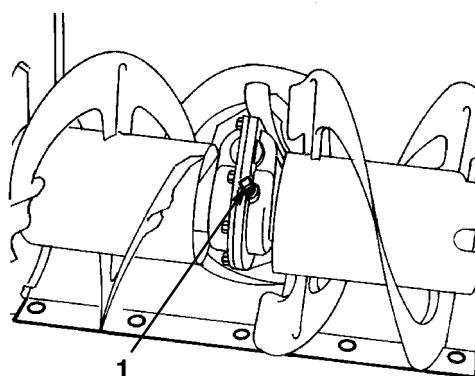

Figure 12
3. Nettoyez la surface autour de l'obturateur du tuyau pour éliminer les impuretés (Fig. 12).
4. Retirez l'obturateur de tuyau de la boîte d'engrenages (Fig. 12).